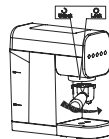

Рис. 2
7. Удалите остатки кофе с ободка держателя фильтра и прикрепите держатель фильтра к прибору. Для правильного крепления совместите ручку держателя фильтра с символом разблокировки, прикрепите держатель фильтра и поверните ручку вправо до тех пор, пока она не совпадет с символом блокировки (рис. 2).